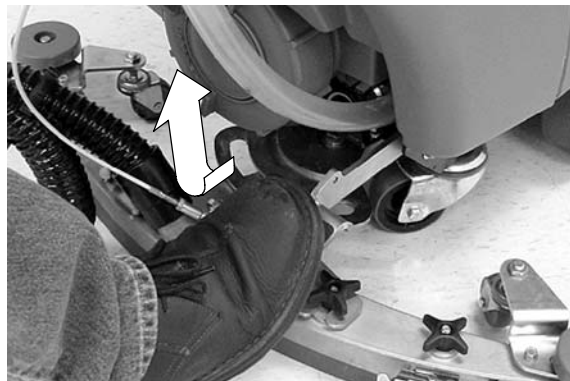

FIG. 19
4. Abaissez la tête de brossage sur le sol en appuyant sur la pédale de soulèvement de la tête de brossage, comme illustré (Figure 19).